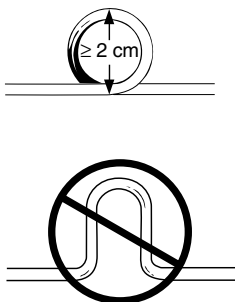

Figura 3. Enrolar o excesso de eléctrodo
- Enrole o excesso de corpo do eléctrodo num arco circular de diâmetro superior a 2 cm. Não utilize uma dobra ou arco em forma de U (Figura 3). Um arco completo diminui a possibilidade de interferências electromagnéticas e respectivos efeitos e evita que o corpo do eléctrodo seja danificado por dobras ou vincos.